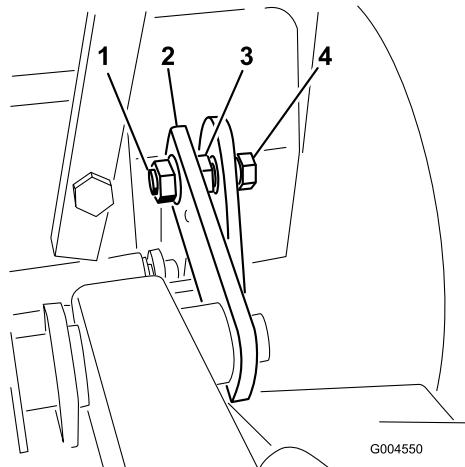

Bild 53
9. Stellen Sie die Schrauben so ein, dass das Schraubenende mit der Mutter bündig ist. Die Büchse kann dann im Schlitz in der Halterung des Mähwerks rollen (Bild 53).